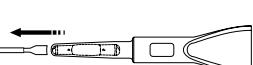

Fig. 15
- Dra långsamt in ICL:en eller TICL:en i cylindern medan patronen flyttas i den motsatta riktningen. Observera ICL:ens eller TICL:ens placeringsmarkeringar på endera sidan av optiken för att bekräfta inriktningen när du för ICL:en eller TICL:en framåt. Fortsätt med denna procedur tills ICL:en eller TICL:en är placerad inom patronen så att dess ledande kant ligger intill patronens ände. Frigör ICL:en eller TICL:en och ta bort tångens. (Fig. 15)